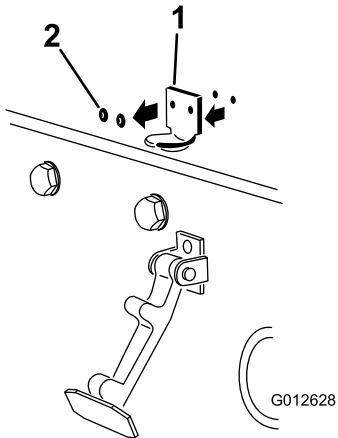

**Bild 4**
1. Haken Sie den Motorhaubenriegel aus der Motorhaubenriegelhalterung aus (Bild 4).